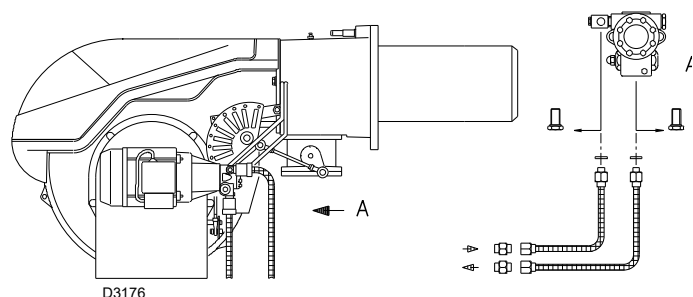

Fig. 20
4.8.4 Connexions hydrauliques (Fig. 20)
Légende (Fig. 20)